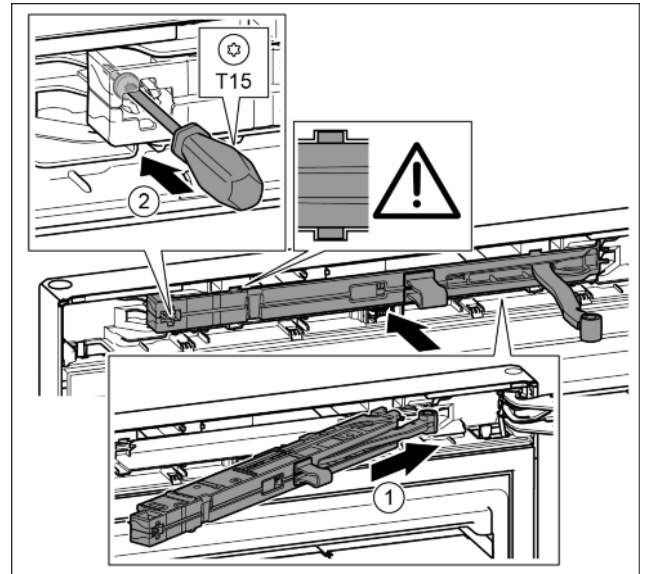

Fig. 41
- ▶ A csapágybak oldaláról ferdén, ütközésig tolja be a zárás-csillapító egységet a mélyedésbe. Fig. 41 (1)
- ▶ Húzza meg a csavart egy T15 csavarhúzóval. Fig. 41 (2)